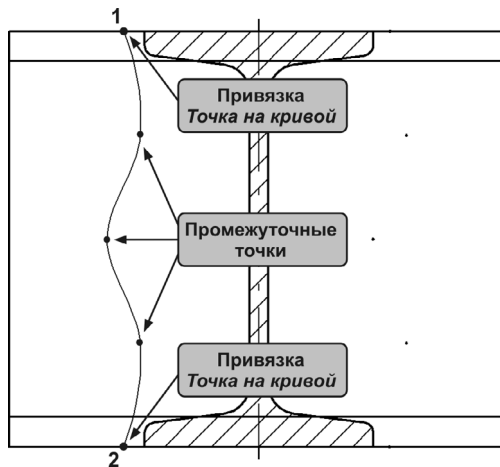

Рис. 20.2. Указание точек кривой
3. В ответ на запрос системы **Укажите начальную точку кривой** укажите точку 1 на верхнем горизонтальном отрезке детали (рис. 20.2). Используйте локальную привязку **Точка на кривой**.